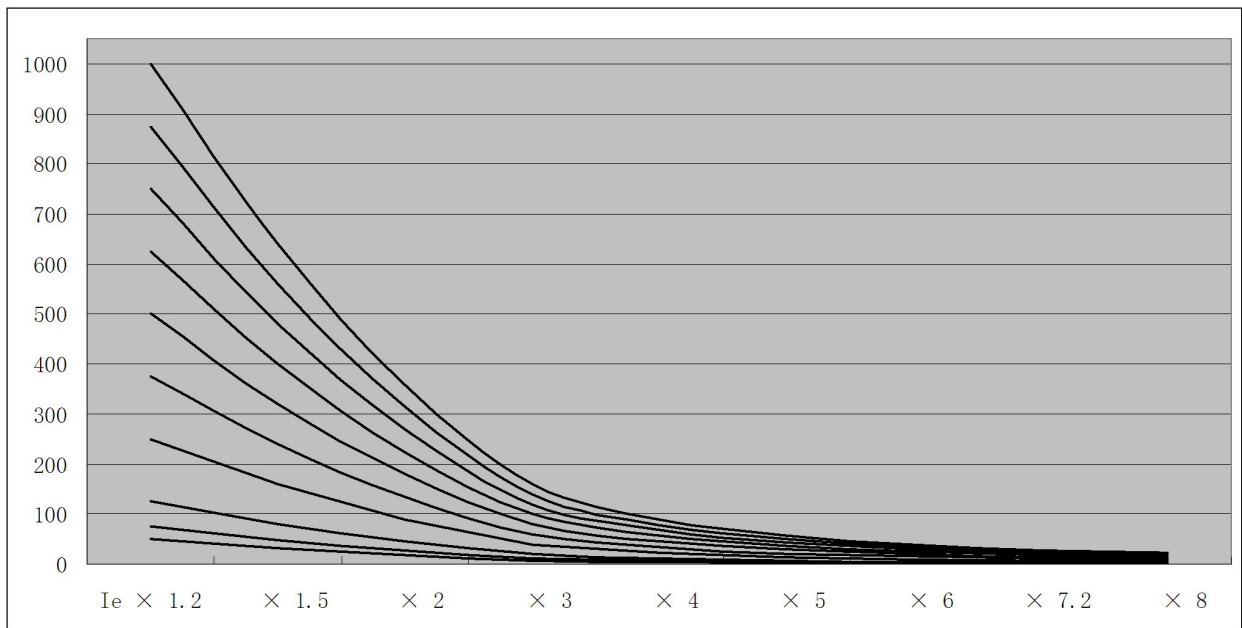

图 23 过载特性曲线图
■ 过载保护电流一时间对照表如表 18 所示, 过载特征曲线图 (K 曲线图) 如图 23 所示。